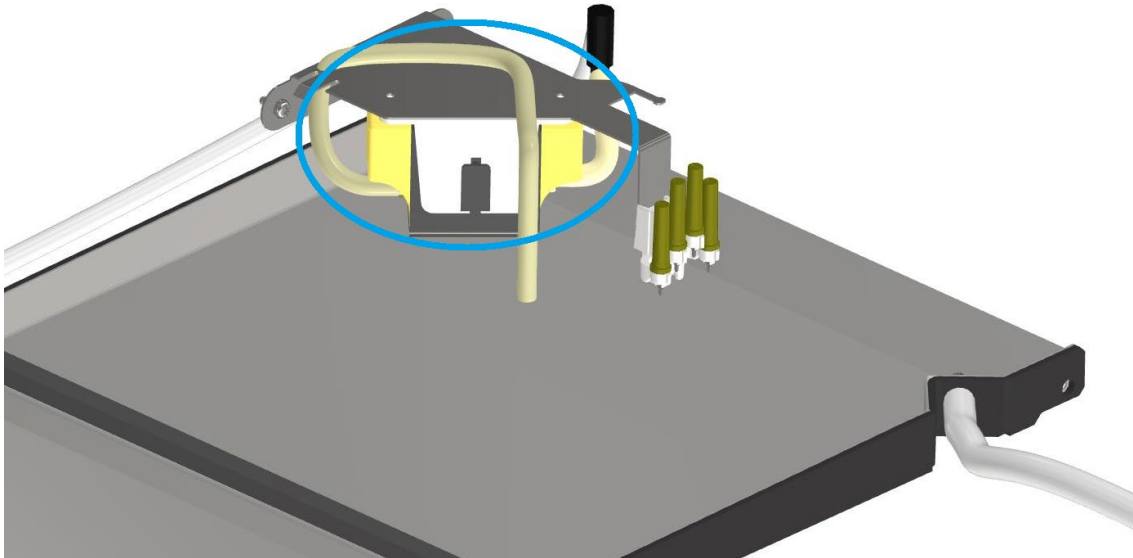

Abbildung 38: Kondensatpumpe
7. Siehe Abbildung 38 unten: Reinigen Sie die Kondensatpumpe bei Bedarf mit einem feuchten Tuch. Es gibt zwei Pumpen, eine auf jeder Seite des mittleren Behälters.